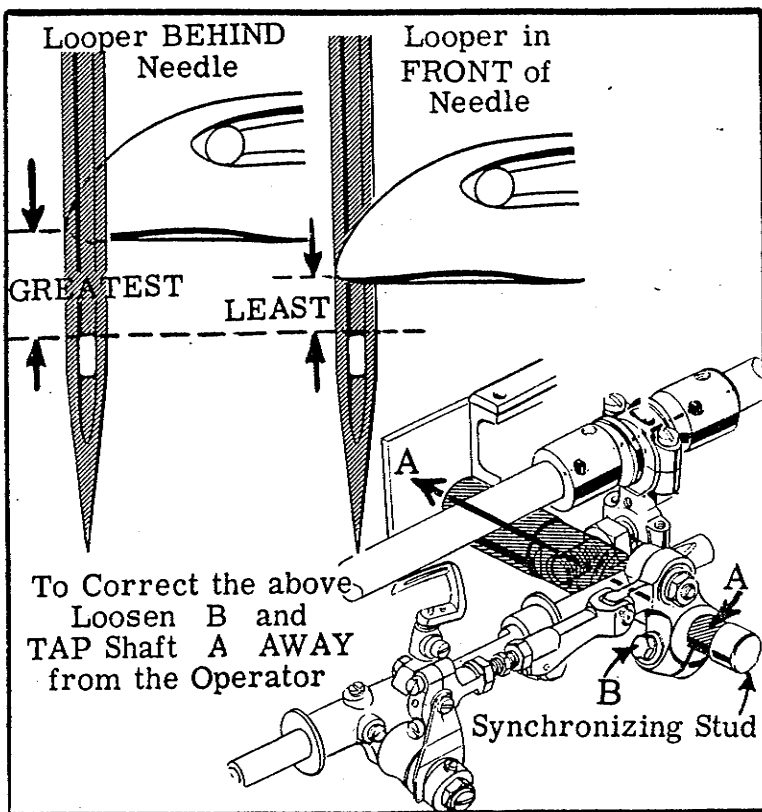

Fig. 18
Elimine cualquier juego tal como se ha descrito en la Fig. 18.
Fig. 18 Si la distancia desde el ojo de la aguja hasta la punta del looper es más grande cuando el volante es girado en la dirección de trabajo, mueva el eje del oscilador de la palanca de impulso del looper (A) hacia la